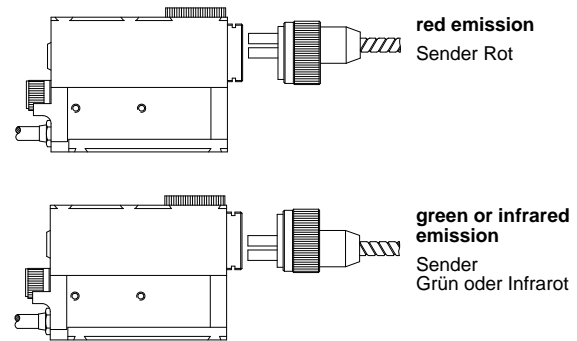

Figure 6
- To install the optic fibre, insert the fibre connector on the TL80 body, in the correct position indicated by fig.6.
- Um die Fiberoptik zu adaptieren, schrauben Sie den Lichtleiter gemäss Zeichnung (s.fig.6) in der entsprechenden Position am Gehäuse des TL80 fest.